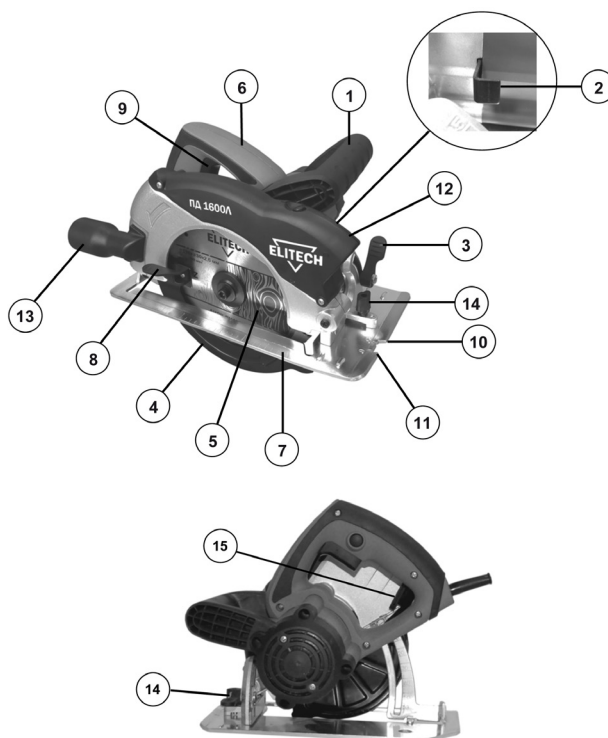
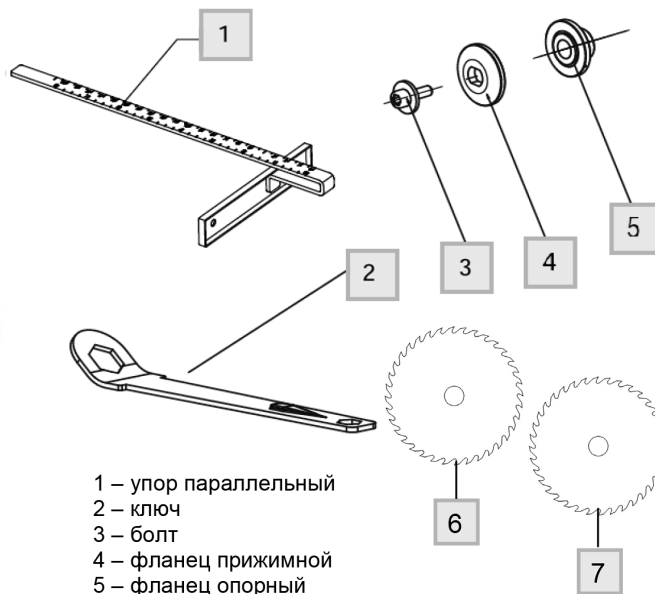

Рис. 1
Рис. 2
2. Зафиксировать пильный диск с помощью ручки фиксации диска (поз. 2, рис. 1);
3. С помощью ключа (поз. 2, рис. 2) открутить болт (поз. 3, рис. 3);
4. Отвести подвижный защитный кожух диска (поз. 4, рис. 1) назад до упора и зафиксировать его;
5. Снять прижимной фланец (поз. 4, рис. 2) и пильный диск.
Для регулировки глубины распила ослабьте фиксатор регулировки глубины пропила (поз. 15, рис. 1). Передвижением опорной платформы вверх или вниз отрегулируйте необходимую глубину пропила. Глубина распила может быть отрегулирована в диапазоне от 0 до 65 мм. После регулировки глубины распила зафиксируйте ручку регулировки глубины распила.
Ослабьте ручку регулировки угла наклона диска (поз. 3, рис. 1). Передвижением опорной платформы установите необходимый угол наклона диска. После регулировки угла наклона диска зафиксируйте ручку регулировки угла наклона диска.
Для регулировки параллельного упора (поз. 1, рис. 2) ослабьте винт фиксации ширины распила (поз. 14, рис. 1) и отрегулируйте ширину распила, передвигая направляющую вправо или влево.
1. Установите пилу (опорную платформу) на пиломатериал и выровняйте положение пильного диска по отношению к линии пропила, пользуясь для этого прорезью для визирования. Если пильный диск не наклонён, совмещайте линию пропила с правой стороной прорези для визирования (рис. 1, поз. 11), при Работе в режиме сверления пилении под наклоном (45°) совмещайте линию пропила с левой стороной прорези для визирования (помечена значком "45" на опорной платформе).
2. Сначала включите циркулярную пилу. Для этого нажмите кнопку защитной блокировки выключателя (поз. 14, рис. 1) и не отпуская нажмите на выключатель. Дайте пиле набрать максимальные обороты, после чего начинайте обработку пиломатериала.
Для точного пропила используйте лазерный указатель (поз. 12, рис. 1). Лазерный указатель строит прямую линию пропила, по которой пройдет диск. Лазерный указатель работает от сети 220В.
Пила оснащена патрубком диаметром 35мм (поз.13, рис. 1) для подключения строительного пылесоса. Для подключения пылесоса установите патрубок на пилу и подсоедините к нему шланг пылесоса. Рекомендуется эксплуатировать пилу с подключенным строительным пылесосом.